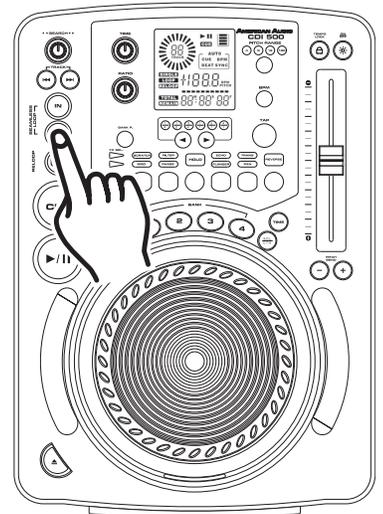

Figura 21
- 1) Presione el BOTÓN OUT (24) para volver a la reproducción normal desde el punto de referencia cue del rulo. (Figura 21) Así se saldrá del modo de rulo continuo y se podrá editar el punto de finalización correspondiente.
- 2) Presione el BOTÓN OUT (24) una vez más cuando llegue a su nuevo punto de finalización (Figura 21).
- **PARA LOGRAR UN RULO MÁS CORTO:** Presione el BOTÓN OUT (24) en un punto anterior de la pista (Figura 21).
- **PARA LOGRAR UN RULO MÁS PROLONGADO:** Presione el BOTÓN OUT BUTTON (24) en un punto posterior de la pista (Figura 21).